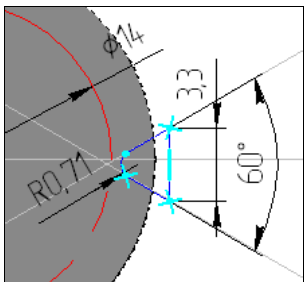

Рис. 25.11. Эскиз зуба шкива
- ◆ выделите торец шкива и создайте на нем эскиз, как на рис. 25.11;